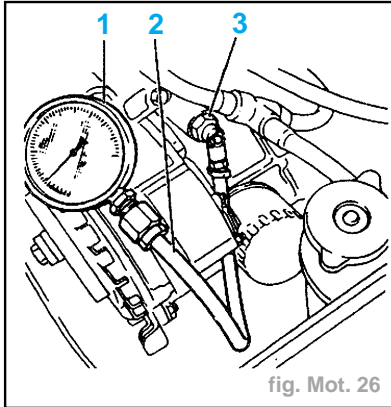

fig. Mot. 26
- Poser le raccord (3) et son flexible (2) (fig. Mot. 26).